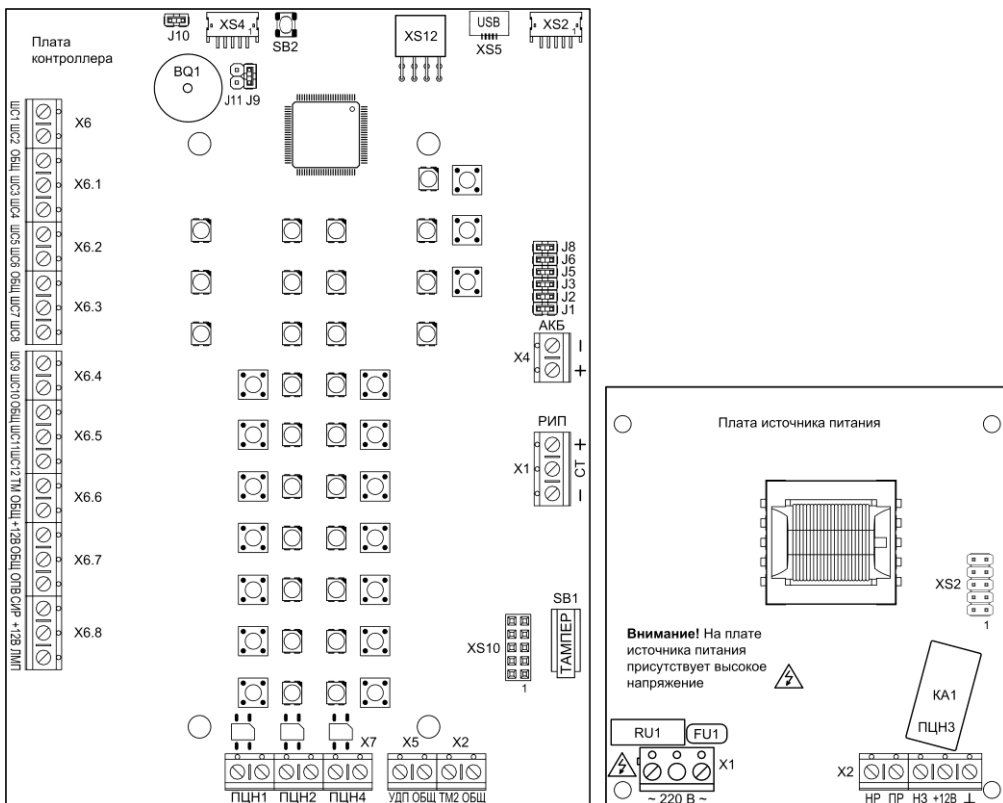

Рис.1 Внешний вид платы контроллера Гранит-12А GSM и платы источника питания
Прибор состоит из корпуса и съёмной крышки. В корпусе расположены плата контроллера, плата источника питания (рис.1) и коммуникатор (п.10). На плате контроллера установлена панель индикации и управления (рис.2).
3.1 На плате контроллера (рис.1) расположены следующие элементы:
3.3 На плате источника питания (рис.1) расположены следующие элементы: